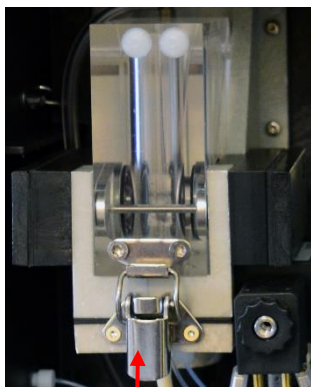

Figure 31
4. Déverrouillez la fermeture à genouillère (voir figure 31), basculez la chambre de mesure vers le haut, et retirez-la.